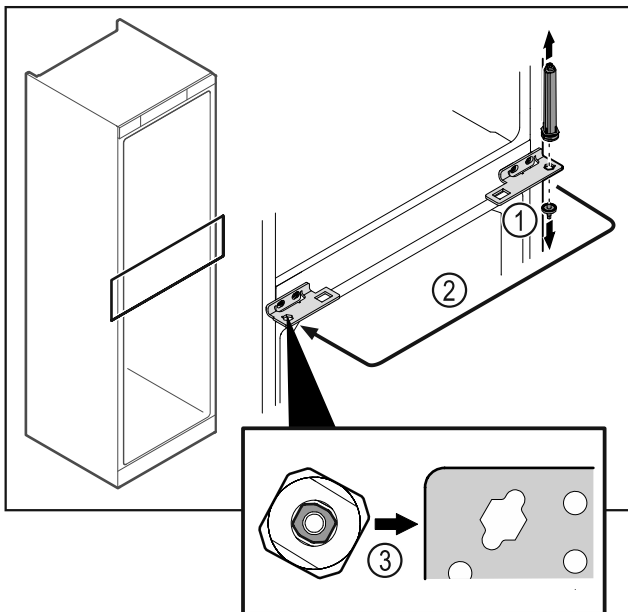

Fig. 48
- ▶ Irrota saranapultti Fig. 48 (1).
- ▶ Vaihda oven sulkuyksikkö Fig. 48 (2).
- ▶ Varmista asettaessa, että ovijärjestelmä Fig. 48 (3) suunnataan oikein.